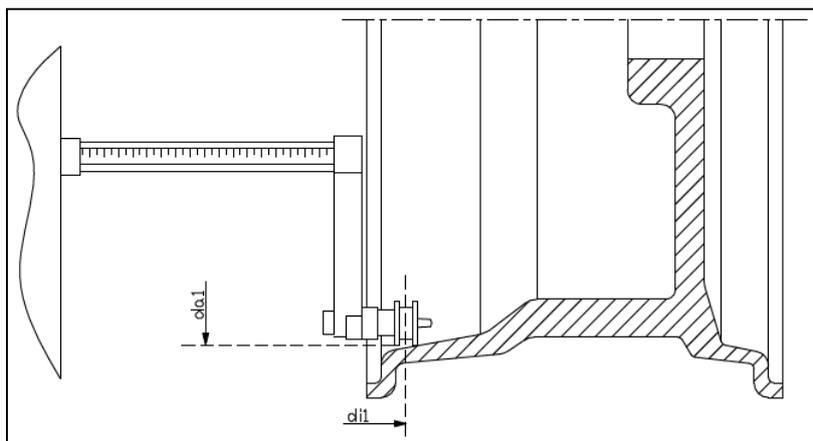

Рис. 3.8 Автоматическое измерение расстояния до внутренней плоскости в программе ALS2
3. Выдвиньте датчик расстояния / диаметра и поместите его на диск, к соответствующей внутренней плоскости, выбранной для установки балансировочного грузика. См. рисунок 3.7 для типа программы ALS1 и рисунок 3.8 для типа программы ALS2;